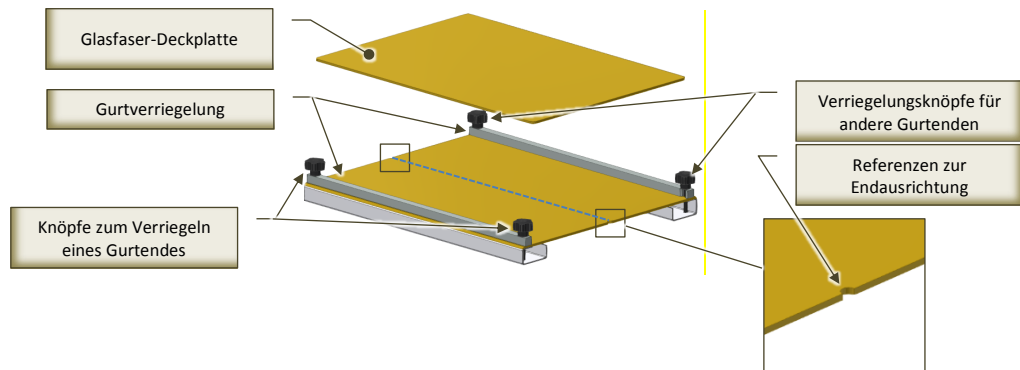
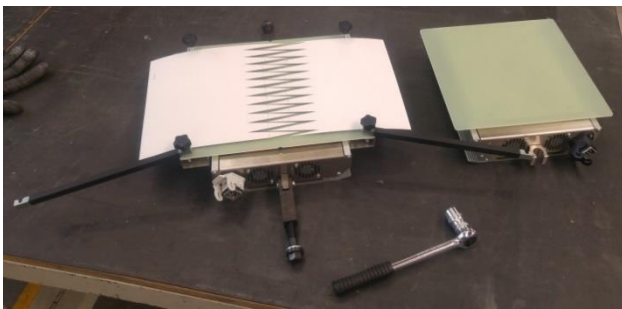

Abb. 8.4-3 - Positionierung des Gewebbandes auf der Verbindungsplatte (Teile)
Abb. 8.4-4 - Positionierung des Gewebbandes auf der Verbindungsplatte
2. Wenn Sie ein Gewebband reparieren möchten, legen Sie es in die Verbindungsplatte ein (Abb. 8.4-3 und Abb. 8.4-4):